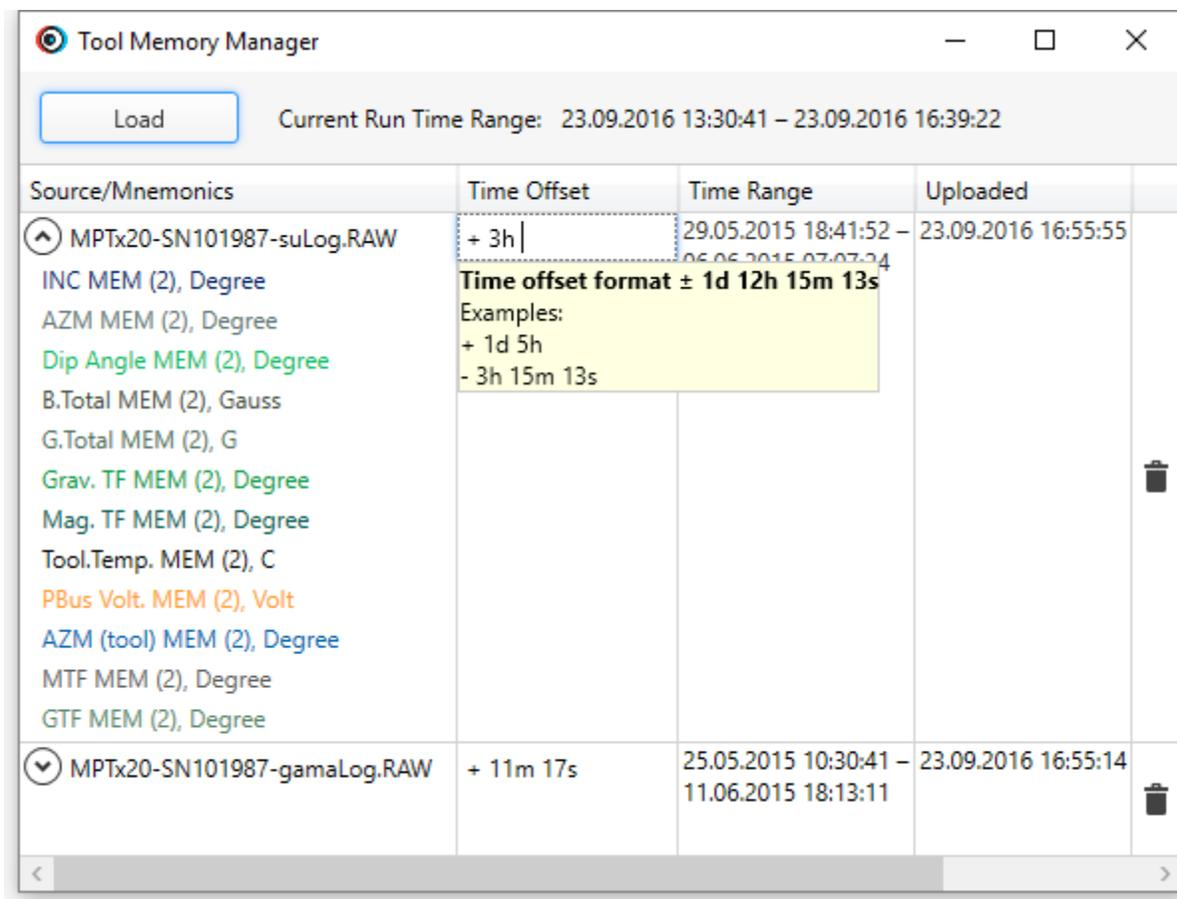

Рис. 5.6.5 Окно Tool Memory Manager
Все загруженные файлы, в том числе загруженные из них мнемоники, отобразятся в менеджере загрузок Tool Memory Manager (Load Data → Download Tool Memory, Рис. 5.6.5). В нем при необходимости можно редактировать Time Offset или удалить ненужные файлы.
- 4. Вернитесь в меню загрузки файлов (Рис. 5.6.5) (Load Data -> Download Tool Memory) и отредактируйте значение Time Offset. Если необходимо обнулить сдвиг по времени, очистите поле в столбце Time Offset.*